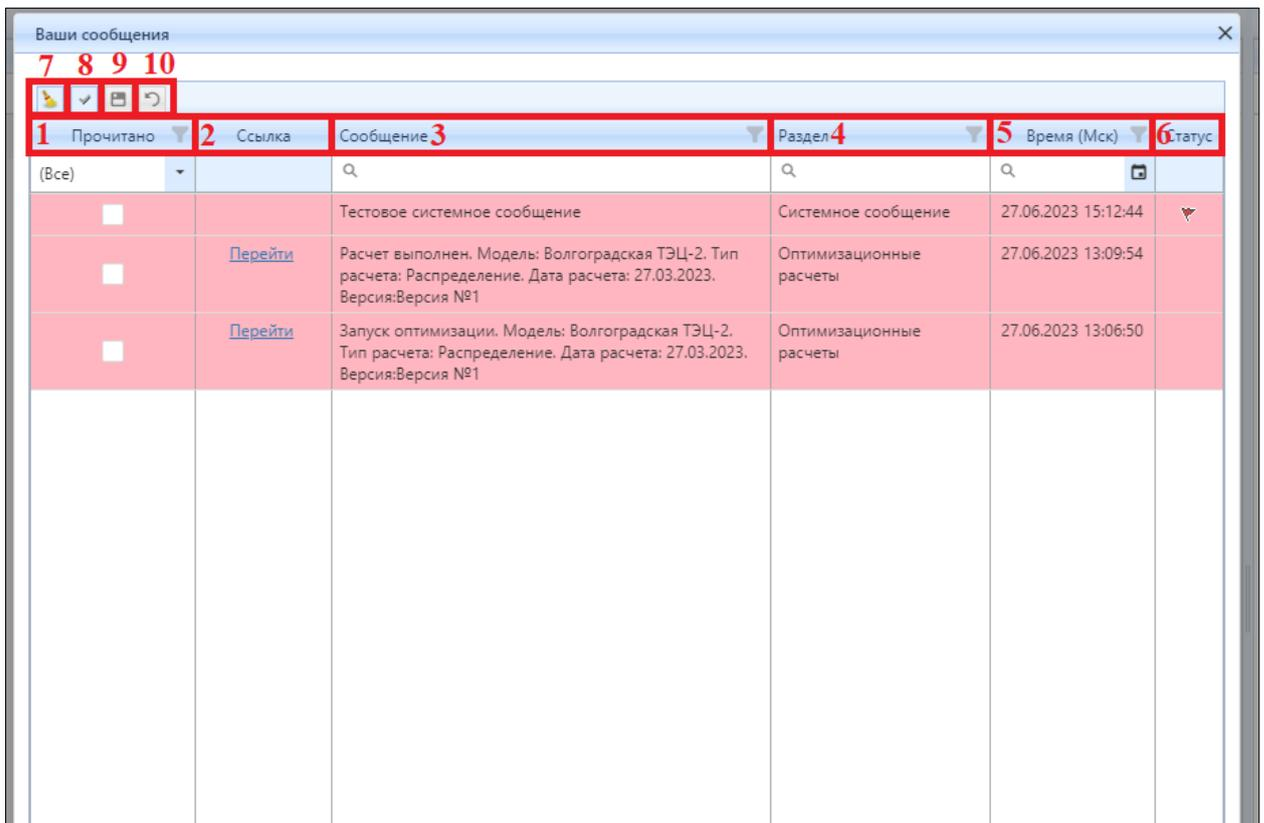

Рисунок 3.3.15 – Интерфейс окна «Ваши сообщения»
После нажатия на кнопку «Сообщения» появится окно «Ваши сообщения» (рис. 3.3.15). В данном окне хранятся записи сообщений, которые были созданы вручную автором и в автоматическом режиме модулями, в которых это предусмотрено разработчиком Системы. Структура окна имеет табличный вид. В колонке (1) «Прочитано» (рис. 3.3.15) хранятся чек-боксы, предназначенные для выбора сообщения с помощью признака. В колонке (2) «Ссылка» (рис. 3.3.15) хранятся функциональные кнопки «Перейти» (рис. 3.3.15), предназначенные для перехода по ссылке к модулю Системы, в котором было сформировано автоматическое сообщение. В колонке (3) «Сообщение» (рис. 3.3.15) хранятся записи, соответствующие тексту сообщения. В колонке (4) «Раздел» (рис. 3.3.15) хранятся записи, соответствующие наименованию модуля, в котором было создано сообщение. В колонке (5) «Время (Мск)» (рис. 3.3.15) хранятся записи, соответствующие времени отправления сообщения. В колонке (6) «Статус» (рис. 3.3.15) хранятся визуальные элементы, указывающие статус сообщения (см. блок 4).
«Сохранить» (рис. 3.3.15) для сохранения изменений. Или нажмите на кнопку (10) «Отменить изменения» (рис. 3.3.15) для отмены внесенных изменений в статус сообщения. Для прочтения всех сообщений нажмите на кнопку (8) «Прочитано все» (рис. 3.3.15). Для очистки всех сообщений в окне «Ваши сообщения» нажмите на кнопку (7) «Очистить все» (рис. 3.3.15).